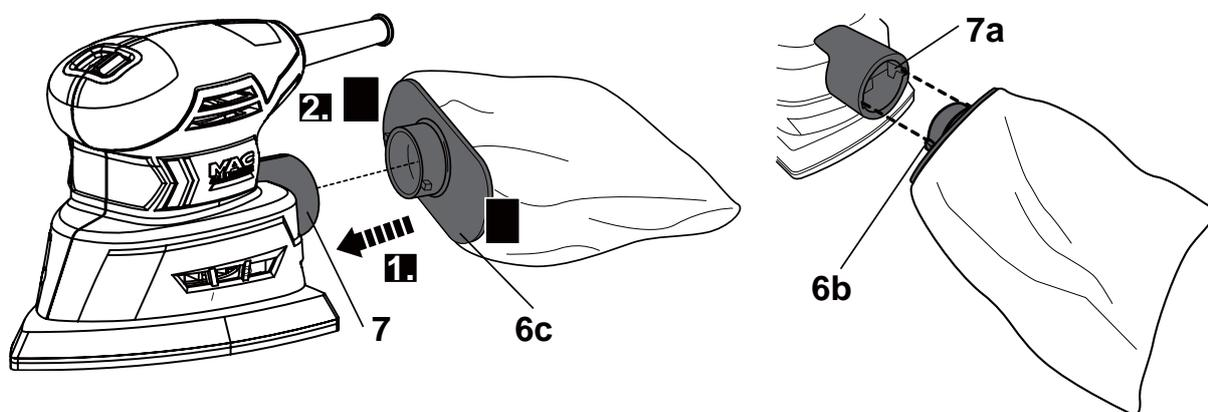

Fig. 3
- > Alignez les languettes [6b] sur les rainures [7a] et insérez le connecteur du sac à poussière [6c] dans la sortie d'extraction de poussière [7] jusqu'à la butée (Fig. 3, étape 1).
- > Tournez le connecteur [6c] dans le sens horaire pour fixer le sac en position (Fig. 3, étape 2).